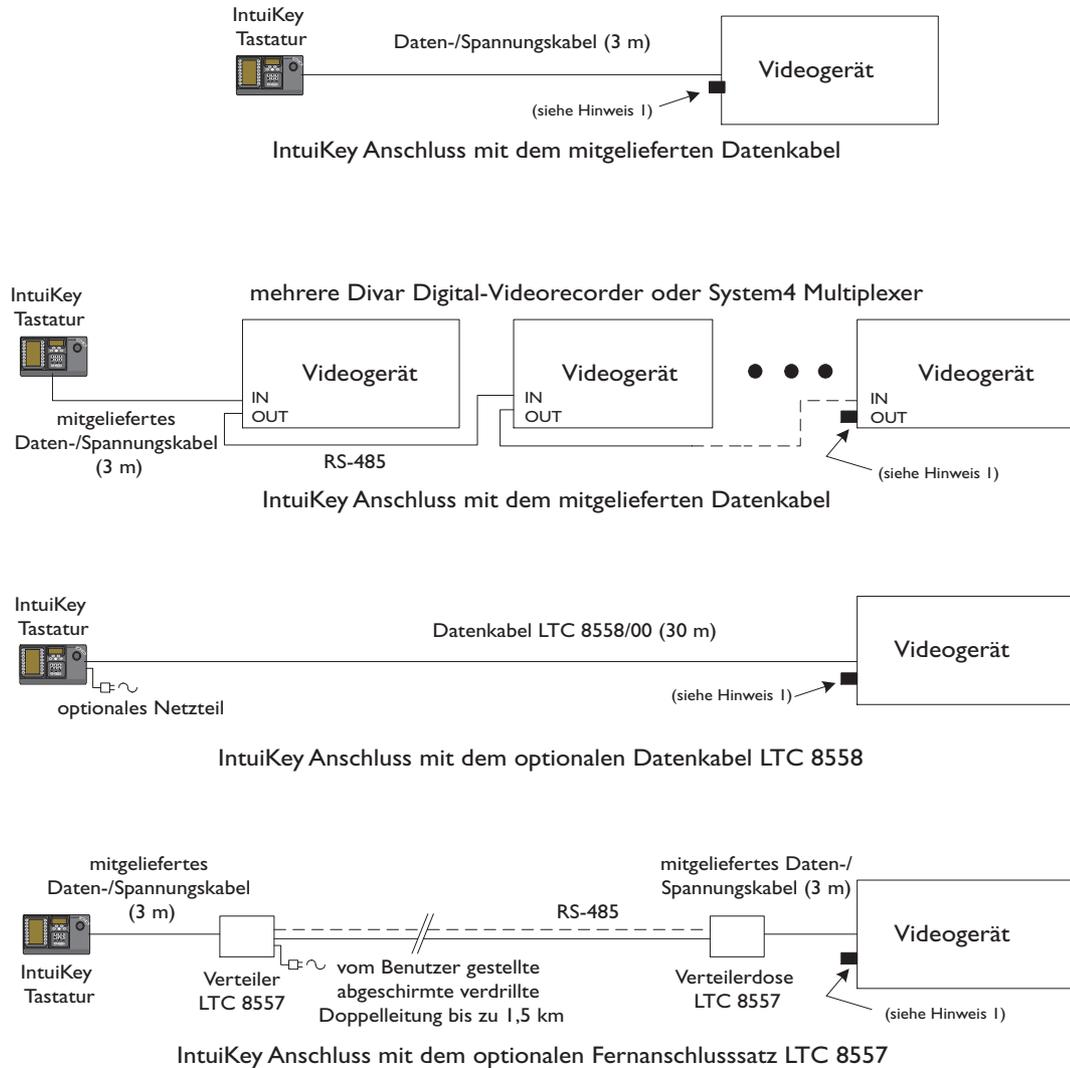

Abbildung 2-4 Typische IntuiKey-Anschlüsse
- Die in ABBILDUNG 2-4 dargestellten Konfigurationsoptionen überprüfen. Die erforderlichen Daten- und Spannungsanschlüsse, die basierend auf diesen Diagrammen am besten für die jeweiligen Systemerfordernisse geeignet sind, für die Tastatur herstellen. Wenn ein Anschluss an Divar Digital-Videorecorder oder System4 Multiplexer hergestellt wird, den mitgelieferten 390-Ohm- Abschlusstecker an den **Ausgangsanschluss** des letzten Geräts anschließen.